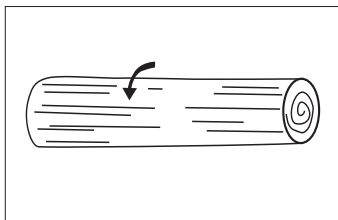

Рис. 20
1. Если бревно имеет опору по всей длине, ведите цепную пилу сверху вниз, при этом следите, чтобы цепь не касалась земли (рис. 20).